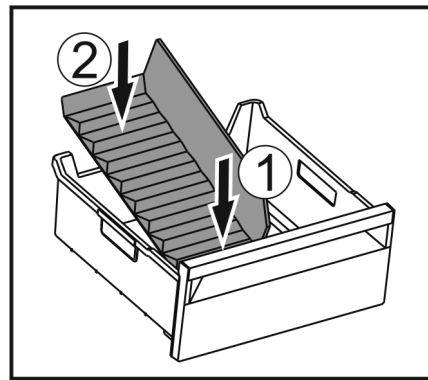

Fig. 139
- Buz bölmesi ayırıcının ön kısmını yerleştirin. Fig. 139 (1)
- Buz bölmesi ayırıcının arka kısmını çekmece tabanına kadar aşağı indirin. Fig. 139 (2)